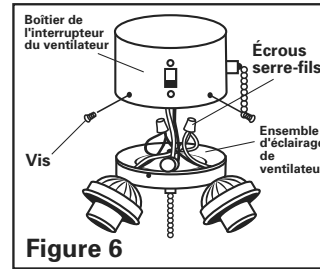

Figure 6
L’installation intégrale est généralement la meilleure des méthodes car l'adaptateur est éliminé et l'ensemble d'éclairage tient de façon autonome sur le ventilateur (Voir figure 6). Cette méthode n'est pas appropriée pour les ensembles d'éclairage à ampoule unique. Le montage de l'ensemble d'éclairage doit se faire latéralement et non par la partie inférieure. D'autre part, les trous dans le boîtier de l'interrupteur doivent être alignés avec ceux de l'ensemble d'éclairage. Veuillez vous reporter à la section d'instruction intitulée. Installation intégrale.
4. Connecter ces fils à ceux de l'ensemble d'éclairage à l'aide des écrous serre-fils déjà montés (Voir figure 6). Fil blanc (gris) au fil blanc et fil bleu (rouge) au fil noir.